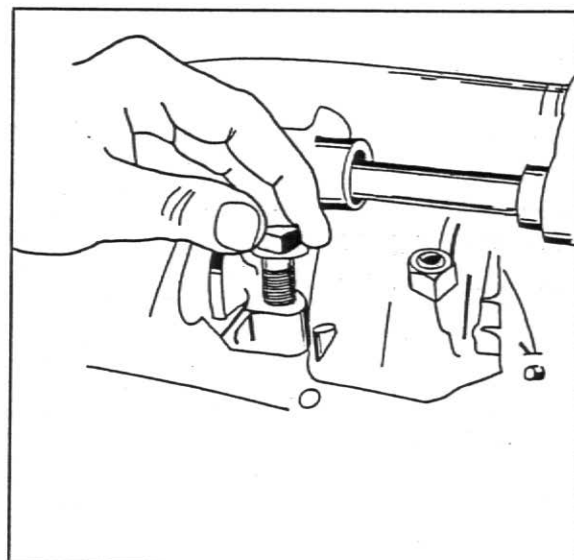

Fig. 5
3. Remova a válvula de alívio, a bomba de óleo, os tubos de sucção e vazão, fig.5.